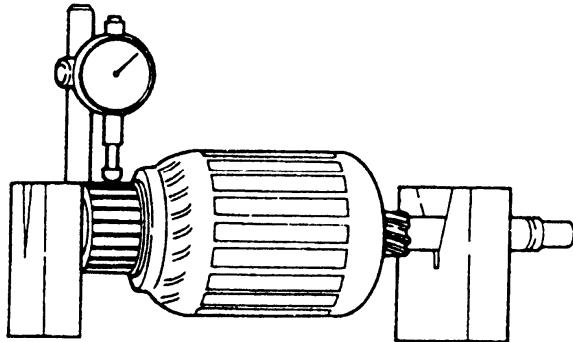

图 9-15
(1) 整流子的检查
① 将整流子放在两块“V”形块上，用千分表检查跳动 (见图 9-15)。极限值: 0.05mm